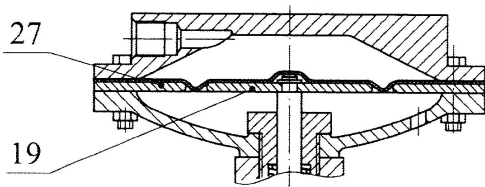

Рисунок 4
9.1.3 Механизм настройки ПЗК 2, рисунок 4, состоит из корпуса 15, в котором совмещены регулировочное устройство и устройство срабатывания.
После перепуска и установления необходимого давления в зоне контроля, оттянуть боёк 33, рисунок 4, с помощью колпачка 41 до зацепления, и повернуть рукоятку 3 дальше до ее фиксации.
- при повышении или понижении контролируемого давления до заданного значения происходит перемещение штока 20, рисунок 4, вниз (при повышении) или вверх (при понижении), что приводит к поворачиванию рычага 35 и освобождению бойка 33 из зацепления;
9.2.2 Наладка механизма настройки ПЗК, рисунок 4: